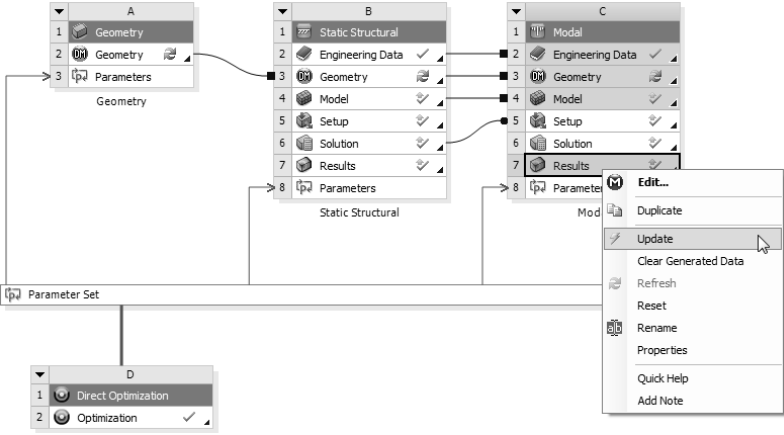

图 12-53 选择【Update】命令
- 6) 在流程图中选中 C7 栏中的【Results】单元格，单击鼠标右键，在弹出的快捷菜单中选择【Update】命令，更新数据，如图 12-53 所示。